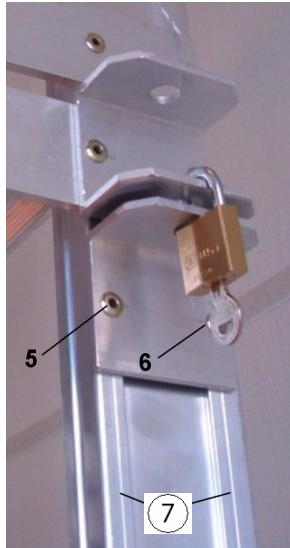

Figure 4
- D'abord fermer le système de fermeture de crinoline pour définir la hauteur du profil d'angle (figure 4).
- Percer des trous dans les rainures (pos.7) du montant d'échelle (pos. 5 et 6).
- Rivets tubulaires pos. 5 et 6 par le profil d'angle et le montant d'échelle.